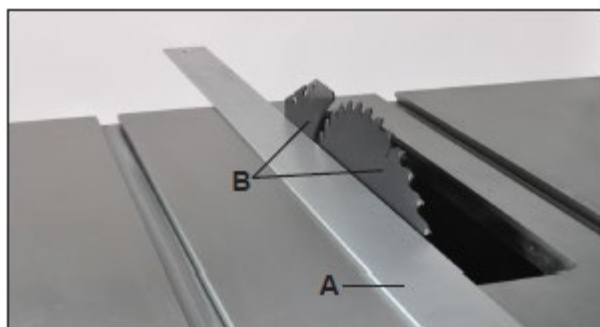

Рис. 25
4. Положить поверочную линейку (рис. 25, A) к левой стороне пильного диска (рис. 25, B), выровнять разделитель и проверить его совмещение с пильным диском.